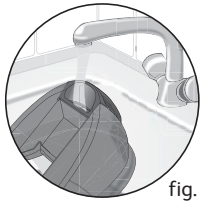
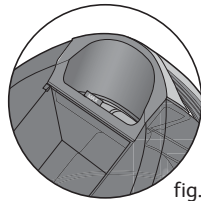

fig. 6
fig. 7
- Remplissez le réservoir d'eau sans dépasser le niveau Max. – fig.6. et fig.7.